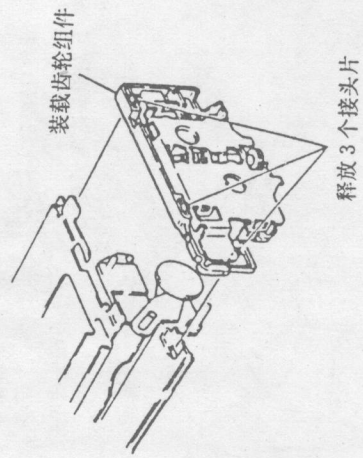

图53
步骤: ①释放两个固定底座的接头片和1个固定前板座的接头片,如图53所示;
②取出装载齿轮组件。